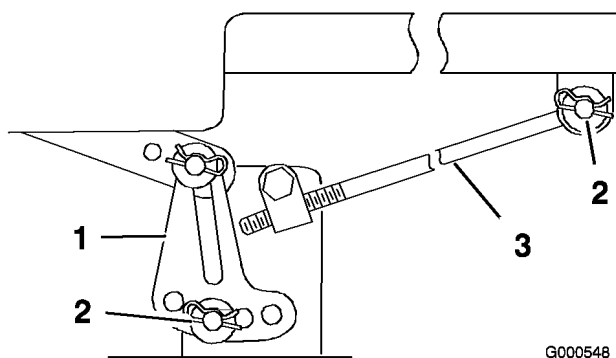

Bild 48
Hinweis: Merken Sie sich vor dem Entfernen des Mähwerks, welche Löcher in den Nivellierhalterungen verwendet werden (Bild 48).
5. Entfernen Sie den Splint und die Scheibe von der Einstellstange (Bild 48) an jeder Seite des Mähwerks.
6. Entfernen Sie den Splint und die Scheibe von den Mähwerk-Nivellierhaltern (Bild 48). Merken Sie sich das Loch, in dem die Nivellierhalter befestigt ist, für den Wiederaufbau. Schieben Sie die Bügel vom Montagestift herunter.
5. Befestigen Sie die Einstellstange an jeder Seite des Mähwerks mit der Scheibe und dem Splint an der Maschine (Bild 48).
6. Schieben Sie die Nivellierhalterungen auf die Befestigungsstifte und befestigen Sie die Halterungen mit den Scheiben und Splints ab (Bild 48).